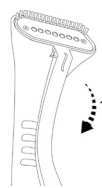

рис.2
7.6 Для удаления ниток, ворсинок и пыли воспользуйтесь щеткой, идущей в комплекте, установив ее на паровой утюжок (рис.2)